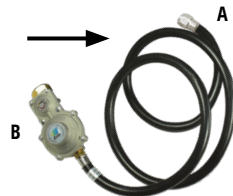

Abb. 1
- 6 Schließen Sie den Flüssiggasschlauch (Seite A auf Bild 1) an den Flüssiggasanschluss am Bedienfeld des Generators.
- 7 Verbinden Sie das Schlauchende (Seite B auf Bild 1) mit dem Druckminderer mit der Gasflasche.